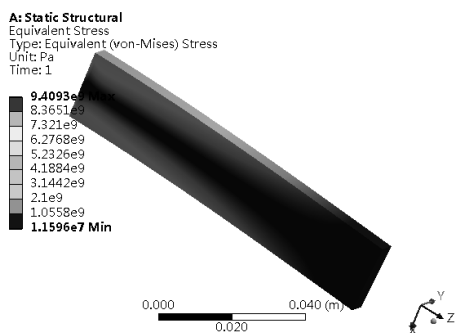

图 4-56 应力分析云图
Step9: 选择工具栏中的  下的  Smooth Contours 命令, 此时分别显示应力、应变及位移如图 4-56 ~ 图 4-58 所示。